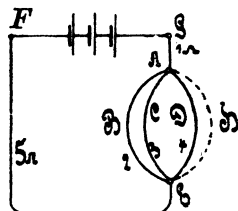

Fig. 13.
78. Gegeben sind 3 [5] (10) hintereinander geschaltete Elemente von je 1,1 [1,8] (1,47) V elektromotorischer Kraft und einem inneren Widerstand von 1,2 [0,24] (0,2) Ω . Die Widerstände des äußeren Kreises sind (Fig. 13) $GA = 1$ [2] (3) Ω , $ABE = 2$ [3] (2,5) Ω , $ACE = 3$ [4] (3,5) Ω , $ADE = 4$ [5] (6) Ω [$AHE = 6$ Ω] und $EF = 5$ [7] (0,6) Ω . Der Punkt G ist zur Erde abgeleitet, wodurch erreicht wird, daß das Potential in G Null ist.